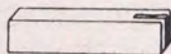
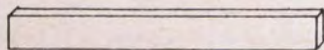

Fig. No. 12
Fig. No. 13
**ESCUADRA FIJA.** La parte de cogerla o manejarla siempre es más gruesa para tener forma de incrustar la hoja más delgada y larga. Medidas: 20 cms largo, 3 cms grosor y 4 cms ancho (figura No. 12). El más largo es de 60 cms largo, 2 cms grosor y 4 cms ancho (figura No. 13).